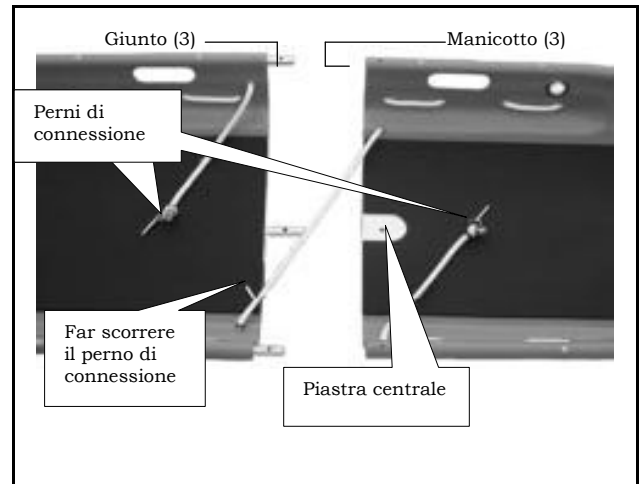

Figura 2 - Unione delle metà della barella
1. Far scorrere i tre giunti della parte della barella destinata alla testa, nei corrispondenti manicotti della parte della barella destinata ai piedi (Figura 2).